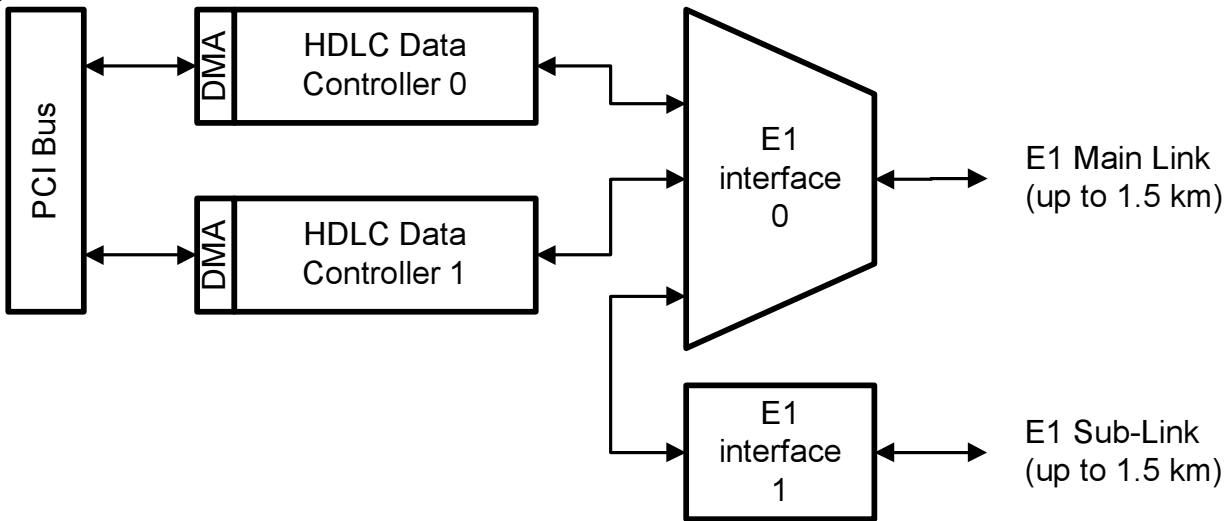

Figure 2: Configuration C - Integrating multiplexer with two data channels and E1 sub-link.
Configuration C: Integrating multiplexer with two data channels and E1 sub-link. The timeslots of main link (E1 Link 0) are assigned to two data channels and E1 sub-link. Two data channels to/from PC memory are supported by HDLC Controllers 0 and 1. E1 sub-link (E1 Link 1) translates remaining timeslots to the remote node (fig. 2).
Конфигурация MUX (C). В этом режиме адаптер работает как мультиплексор (fig.2). Данные интерфейса 0 делятся на три потока данных. Два потока данных логические каналы, а третий поток данных транслируется в интерфейс 1.